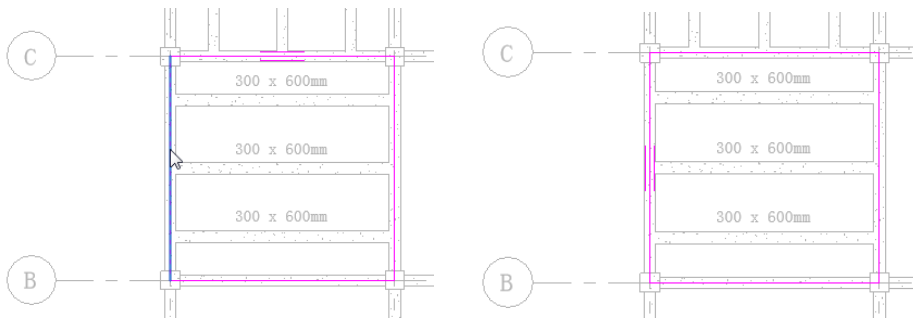
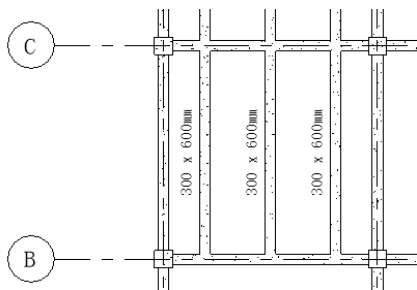

图 6-25 拾取梁方向
图 6-26 更改梁系统方向
(2) 单击“绘制”面板中的“梁方向”按钮, 拾取如图 6-25 所示的直线为梁方向, 单击“模式”面板中的“完成编辑模式”按钮, 更改梁系统的方向, 结果如图 6-26 所示。